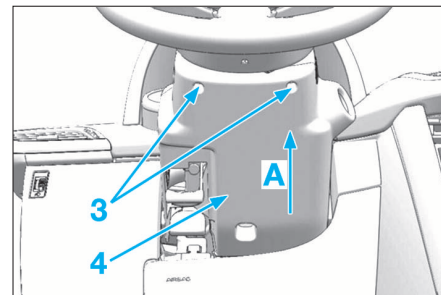

FIG. 11
• Déposer les vis (3) et la garniture inférieure (4) en (A) (Fig.11).